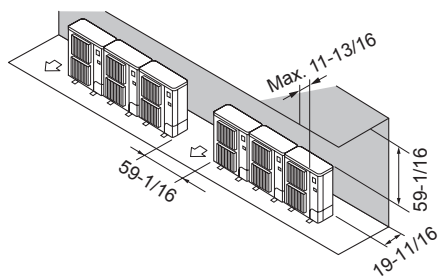

Fig. 2-13
- ② Obstacles à l'arrière et au-dessus (Fig. 2-13)